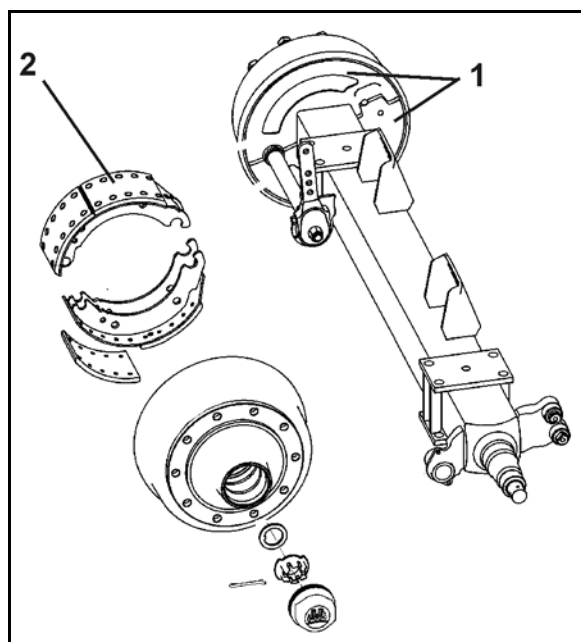

Рис. 152
1. Выверните болты и снимите оба защитных кожуха (Рис. 152/1) с внутренней стороны тормозного барабана.
Грязь может скапливаться на тормозных накладках (Рис. 152/2) и значительно снижать эффективность торможения.